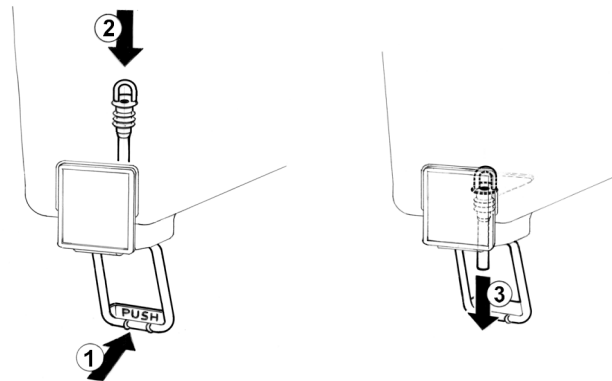

figure 5
2 **Robinet avec tube en caoutchouc:** Pousser (1) le levier de débit robinet et enfiler (2) le tuyau du robinet dans son siège sur le fond du réservoir. Tirer (3) doucement le tuyau vers le bas jusqu'à le bien placer (voir figure 5).